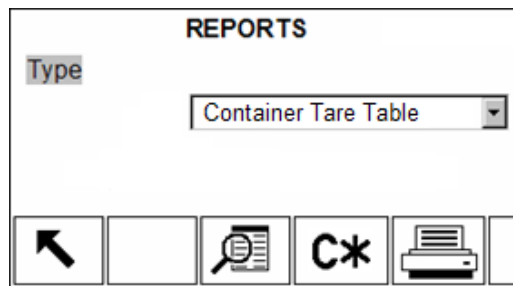

Figura B-4: Pantalla de Visualización de reportes
1. Presione la tecla programable REPORTES . Se visualiza la pantalla de selección de reportes (Figura B-4). Sólo se muestran las tablas que han sido habilitadas en la configuración. La tabla de tara siempre será mostrada.